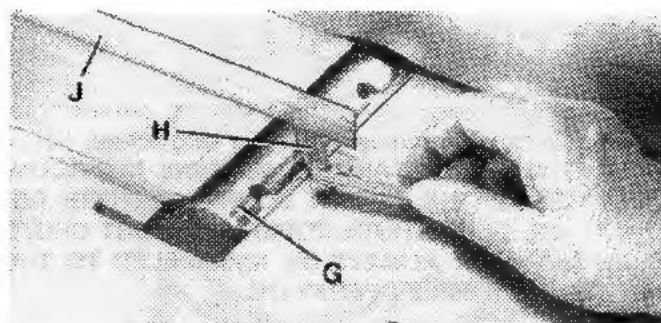

**FIGURE 41**
4. Retirez le couteau (C) Fig. 41, et la barre de verrouillage (D).
5. Fig. 41 illustre le couteau (C) et la barre de verrouillage (D) retirés de la tête de coupe. Répétez cette procédure pour les deux autres couteaux et les barres de verrouillage.
6. En utilisant la clé hex., abaissez les deux vis d'ajustement (F) dans le sens anti-horaire de chaque rainure de la tête de coupe.
8. Remplacez les barres de verrouillage (D) Fig. 41, et les couteaux (C) dans chaque rainure de la tête de coupe. **AVERTISSEMENT: SOYEZ PRUDENT, LES COUTEAUX SONT TRANCHANTS.** Poussez sur le couteau et serrez légèrement les vis de verrouillage (B) Fig. 40, en tournant chaque vis de verrouillage dans le sens anti-horaire juste assez pour les garder en position. Répétez cette étape pour les deux autres couteaux.